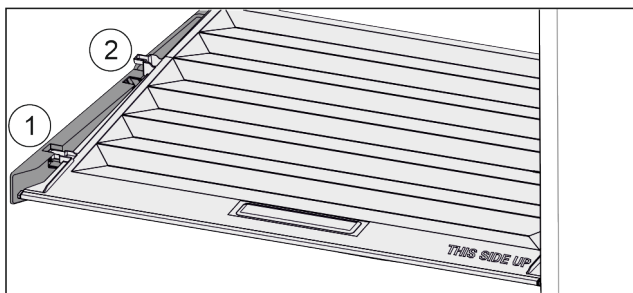

Fig. 117
- ▶ Потянуть крышку до отверстия в поддерживающих деталях вперед Fig. 117 (1).
- ▶ Поднять сзади снизу и извлечь Fig. 117 (2) движением вверх.